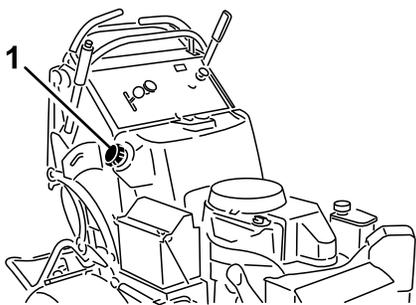

Рисунок 46
3. Очистите зону вокруг крышки топливного бака для предотвращения попадания мусора в топливный бак (Рисунок 46).
6. С помощью сифонного насоса слейте топливо в чистую, подходящую для бензина емкость (Рисунок 46).